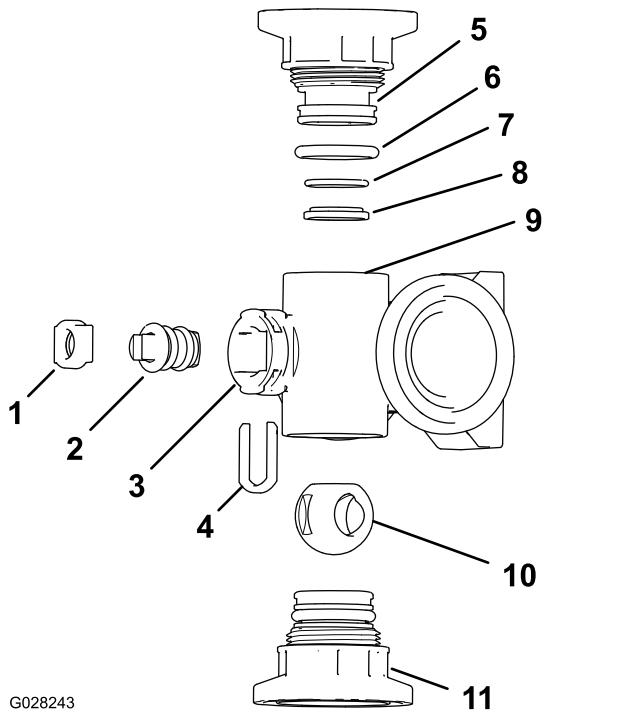
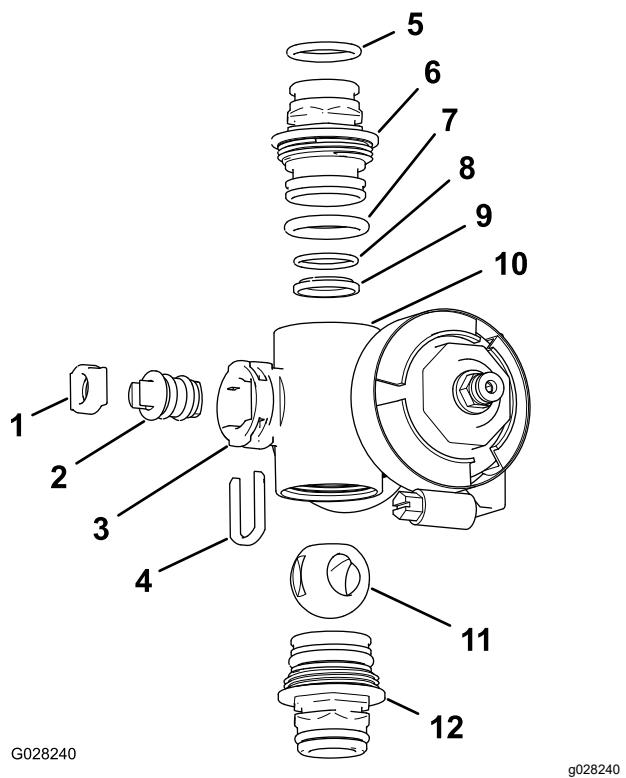

Figura 124
Figura 125
- Retire los dos conectores de extremo de cada extremo del cuerpo del distribuidor (Figura 124 y Figura 125).
4. Retire la horquilla de retención del vástago de las ranuras del orificio del vástago del distribuidor (Figura 124 y Figura 125).
5. Retire la horquilla de retención del vástago y el asiento del vástago del colector (Figura 124 y Figura 125).
6. Retire el conjunto de vástago de la válvula desde dentro del cuerpo del distribuidor (Figura 124 y Figura 125).
1. Compruebe la condición de las juntas tóricas del conector de salida (distribuidor de la válvula de sección solamente), las juntas tóricas de los conectores de extremo, las juntas tóricas de los asientos, y los asientos de bola, en busca de daños o desgaste (Figura 124 y Figura 125).
2. Aplique grasa de silicona al vástago de la válvula e insértelo en el asiento del vástago de la válvula (Figura 124 y Figura 125).
3. Instale el vástago de la válvula y el asiento en el distribuidor y sujeté el vástago y el asiento con la horquilla de retención del vástago (Figura 124 y Figura 125).
4. Asegúrese de que la junta tórica del asiento y el asiento de la bola están alineados y asentados en el conector de extremo (Figura 124 y Figura 125).
5. Inserte el conjunto del conector de extremo en el cuerpo del colector hasta que la brida del conector de extremo toque el cuerpo del colector (Figura 124 y Figura 125); luego gire el conector de extremo $\frac{1}{8}$ a $\frac{1}{4}$ de vuelta más.